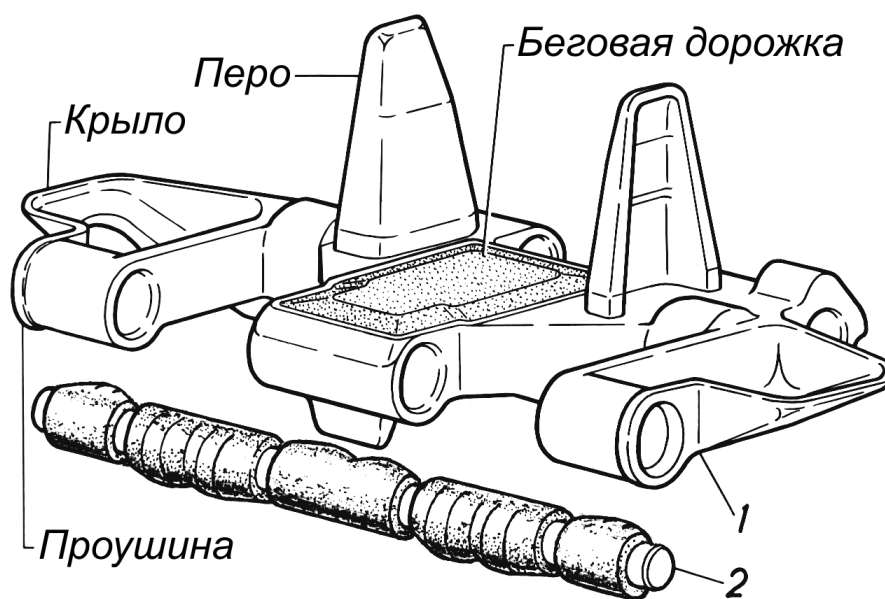

Рис. 5.2. Звено гусеницы и палец:
Каждая гусеница состоит из 92 звеньев 1 (рис. 5.2), соединённых пальцами 2. Правая и левая гусеницы взаимозаменяемы.
5. Вставить палец с РМШ в заходный конус фланца 5. **При этом положение пальца должно соответствовать изображенному на рис. 5.2, то есть палец должен быть гладкой стороной резиновых втулок обращён к наружной поверхности проушин.** Забить палец кувалдой на глубину не менее 90 мм.